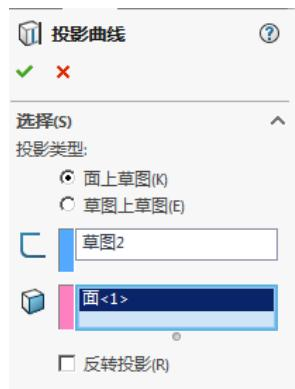
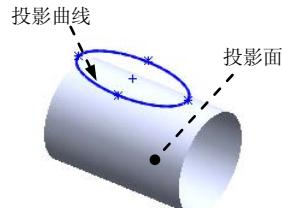

图 6.2.10 “投影曲线”对话框
图 6.2.11 定义投影参照
- Step2. 选择命令。选择下拉菜单 **插入(I)** → **曲线(U)** → **投影曲线(E)...** 命令，系统弹出图 6.2.10 所示的“投影曲线”对话框。
- Step3. 定义投影方式。在“投影曲线”对话框的**选择(S)** 区域选中 面上草图(K) 单选项。
- Step4. 定义投影曲线。选取图 6.2.11 所示的曲线为投影曲线。
- Step5. 定义投影面。在“投影曲线”对话框中单击 列表框，选取图 6.2.11 所示的圆柱面为投影面。
- Step6. 定义投影方向。在“投影曲线”对话框中选中 **选择(S)** 区域中的 反转投影(R) 复选框（图 6.2.10），使投影方向朝向投影面，如图 6.2.9b 所示。